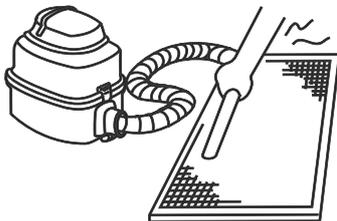

Fig.6-2
- El aire interior debe dirigirse hacia arriba si usa aspiradora (consulte la fig. 6-2).